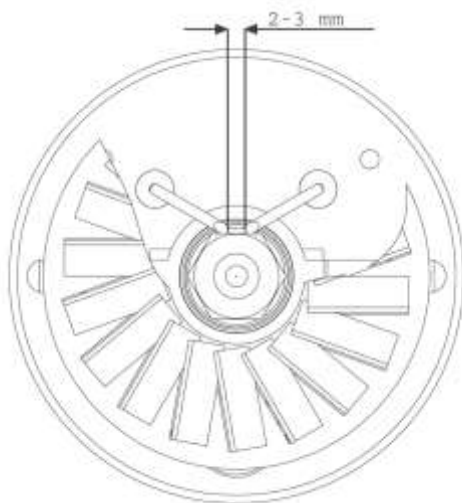

Fig .2
- Smontare il bruciatore pulendone le parti, pulire gli elettrodi e regolare la distanza al valore indicato in Fig.2.